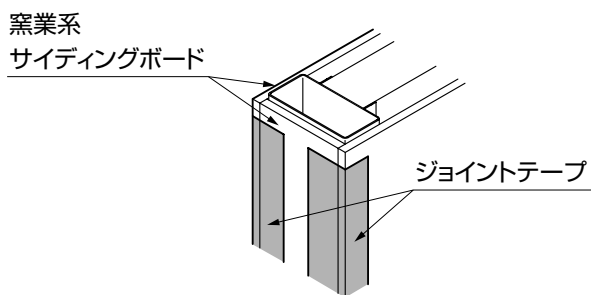

図2-1 出隅部の処理
- ①シングルシャッターCタイプおよびワイドシャッターCタイプの側壁部出隅は6箇所あります。その部分をジョイントテープで補強してください。(図2-1、図2-2参照)
(2) 前面パネル部ボード接合部へのジョイントテープの貼付け